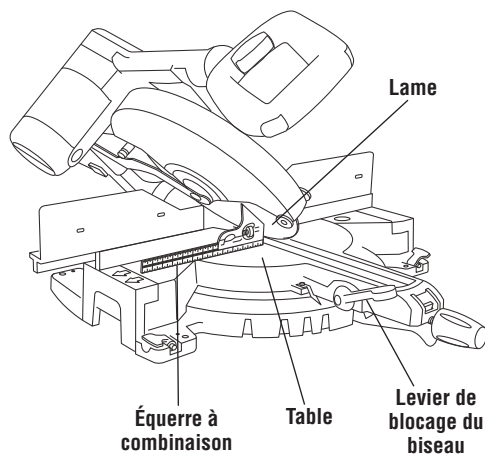

Figure 7. Lame à 45° par rapport à la table
3. Positionnez la base de l'équerre à combinaison (règle enlevée) de manière à ce que son côté à 45° soit contre la lame (voir figure 7).